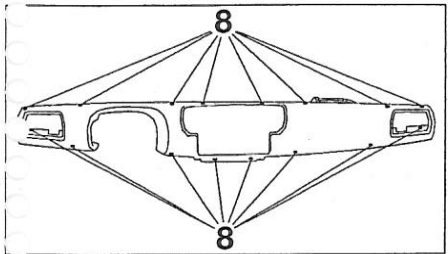

FIGURA 9-14
- Desmontar los 16 tornillos de fijación (8) de la cofia de salpicadero (figura 9-14).